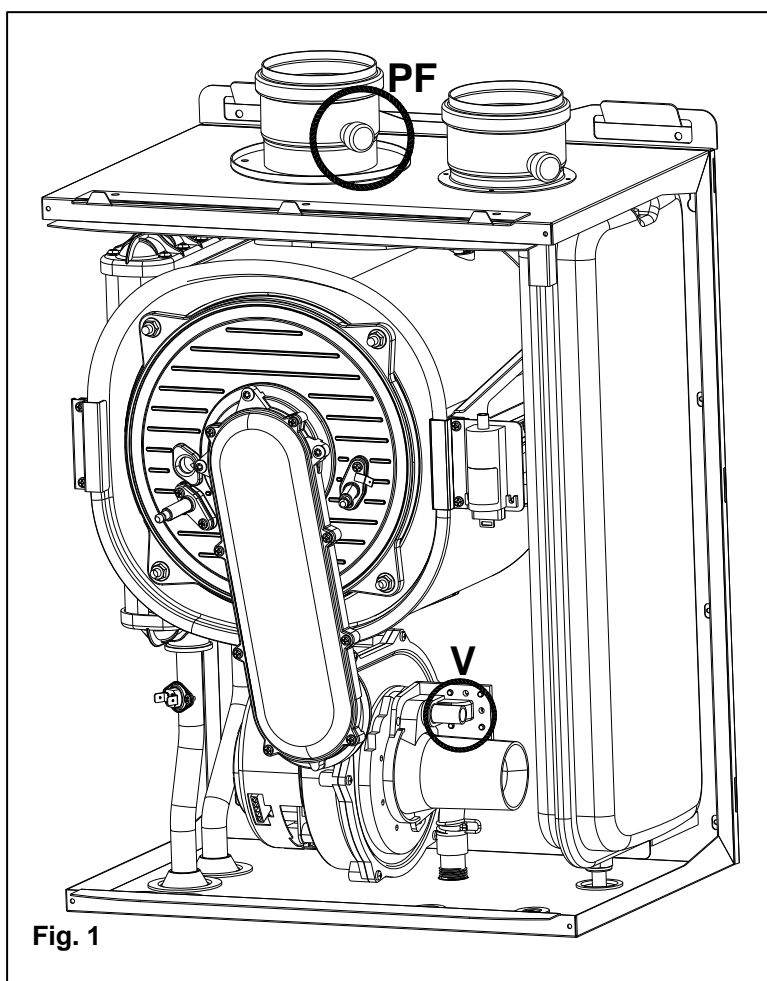

Fig. 1
- si la quantité de CO2 indiquée ne correspond pas à la valeur indiquée ci-dessus, tourner la vis **V (fig. 1)** du venturi dans le sens des aiguilles d'une montre pour réduire et vice versa pour augmenter la valeur de CO2 ;